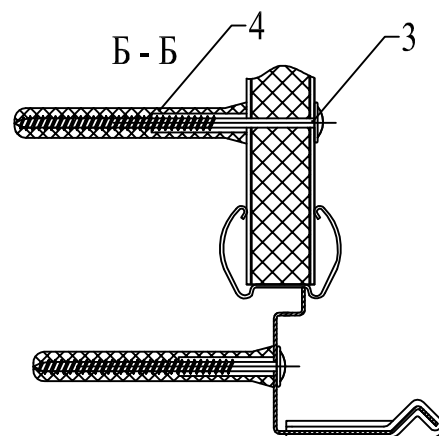

Рис.2
В случае иного материала стены необходимо закрепить полотно доски в нижней части дополнительными саморезами, для чего просверлить в полотне отверстия $\text{Ø}6$ мм (Рис.2)
1. На стене на необходимой высоте закрепить лоток (3), для чего по его отверстиям разметить и просверлить в стене два отверстия $\text{Ø}8$ и глубиной 80 мм, забить в них два дюбеля (5), и саморезами (4) закрепить лоток (Рис.2). На торцевые части лотка закрепляем заглушки (6).